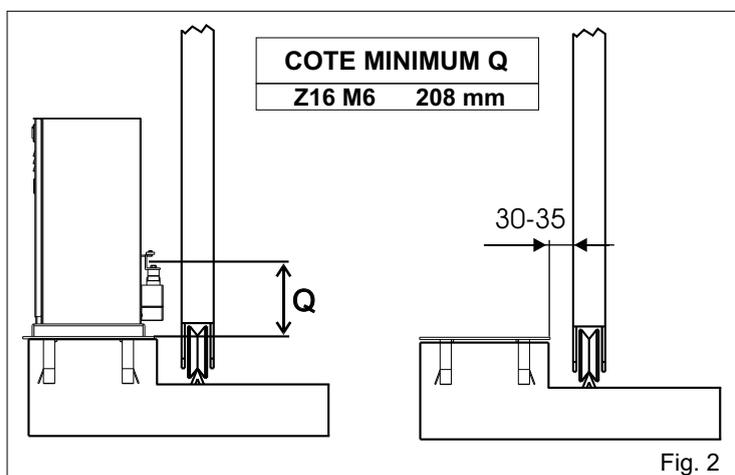
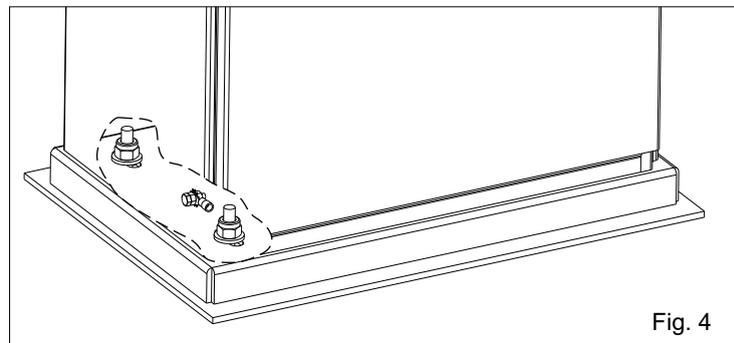

Fig. 2
Fig. 4
2.3. Avant de cimenter la plaque d'ancrage s'assurer qu'elle est parfaitement horizontale et que le cote de 30-35 mm indiqué dans Fig. 2 est respecté
4.1. Fixer le motoréducteur à la plaque de fondation en réglant la position latérale (Fig. 4) en respectant le cotes cités dans Fig. 2.